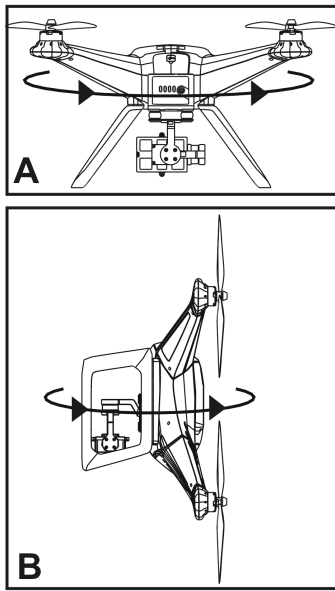

Figure 8
- Tenez le QuadroCopter à l'horizontale (voir fig. 8, illustration A) et tournez-le sur son axe de rotation jusqu'à ce que les DEL d'état virent au vert (minimum 360°).
- Tenez ensuite le QuadroCopter avec les hélices avant à l'horizontale vers le bas et tournez-le maintenant de 360° sur l'axe longitudinal (voir fig. 8, illustration B) jusqu'à ce que les DEL d'état s'éteignent.